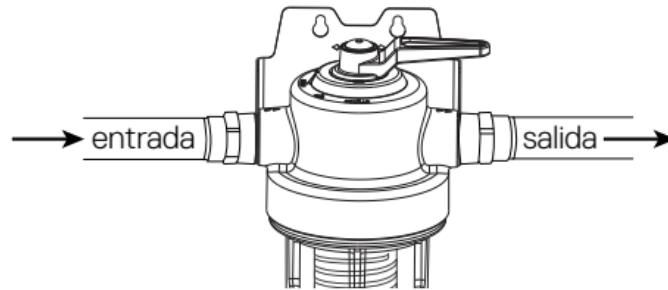

Figura 5
10. Ponga la válvula de la cabeza del filtro en la modalidad Filtro “FILTER” (ver Figura 5) y abra despacio el suministro principal de agua y verifique la presencia de fugas. Deje que corra el agua de la llave durante 5 minutos para expulsar el aire.